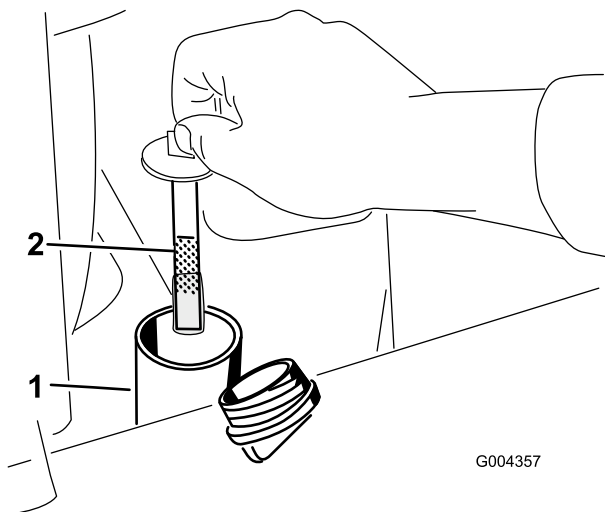

Figura 62
5. Retire o tampão do depósito hidráulico e vareta (Figura 62).